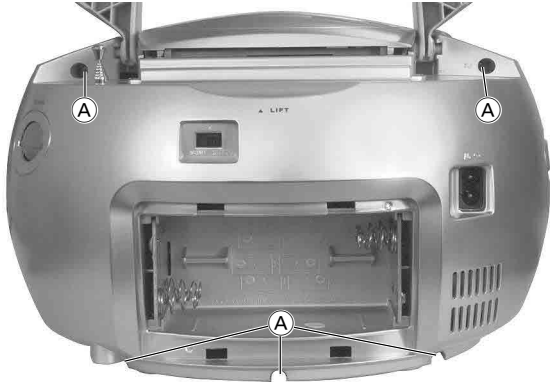

Fig. 1
- 5 Schrauben (A) (Fig. 1) herausschrauben und das Gehäuserückteil nach hinten ziehen.
- Undo 5 screws (A) (Fig. 1) and remove the rear cover.